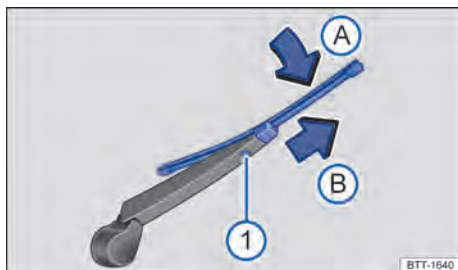

Fig. 180 À l'arrière du véhicule : remplacement du balai d'essuie-glace arrière
① Touche de déverrouillage
2. Maintenez enfoncée la touche de déverrouillage → fig. 180 ①.
3. Basculez le balai d'essuie-glace en direction du bras d'essuie-glace → fig. 180 A et retirez-le en même temps dans le sens de la flèche B. Il se peut que vous deviez exercer pour cela une force relativement importante.
4. Insérez un balai d'essuie-glace neuf de longueur et d'exécution identiques sur le bras d'essuie-glace dans le sens opposé à la flèche → fig. 180 B jusqu'à ce qu'il s'encliquette. Lors de cette opération, le balai d'essuie-glace doit se trouver en position déployée A.